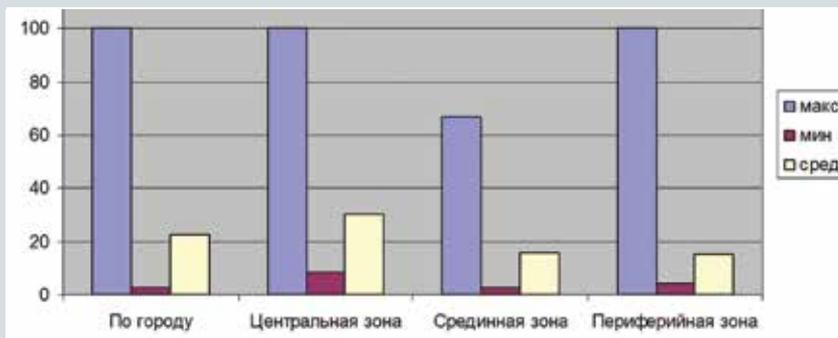

Рис. 3. Отношение общей площади подземной части к общей площади сооружения для объектов, запроектированных и строящихся в г. Москве
- по проектируемым и строящимся объектам — от 2% до почти 100% (рис. 3);